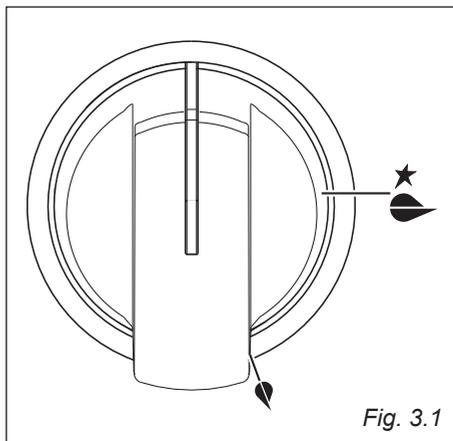

Fig. 3.1
- Desenganchar la tapa de los bornes insertando un destornillador en los dos ganchos **A** (fig. 3.1).
La entrada de gas en los quemadores esta regulada por las empuñaduras de la fig. 3.1. Haciendo coincidir los símbolos impresos en la empuñadura con el índice de los cuadro de distribución del aparato se obtiene:
- √ El encendido eléctrico está incorporado en las perillas de los quemadores y se identifica con el símbolo “★” al lado del símbolo “●” (fig. 3.1).